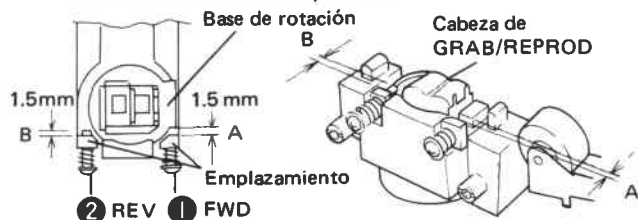

Fig. 11-2 Punto de ajuste del acimut
2. Ajustar el tornillo del acimut ① empleando un destornillador de cabeza horizontal como se muestra en la Fig. 11-2, 3 de modo que la distancia (A) entre el emplazamiento y la base de rotación sea de 1,5 mm.
4. Ajustar el tornillo del acimut ② empleando un destornillador de cabeza horizontal como se muestra en la Fig. 11-2, 3 de modo que la distancia (B) entre el emplazamiento y la base de rotación sea de 1,5 mm.